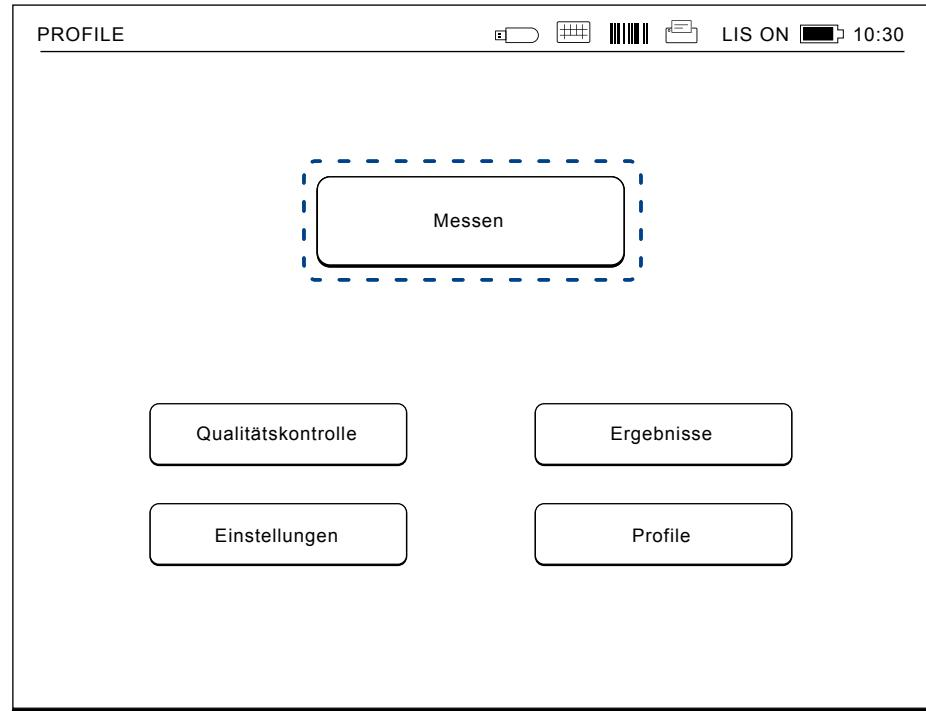

Bild 18
1. Wählen Sie *Messen* im Hauptmenü, und folgen Sie den Anweisungen auf dem Display (**Bild 18**).